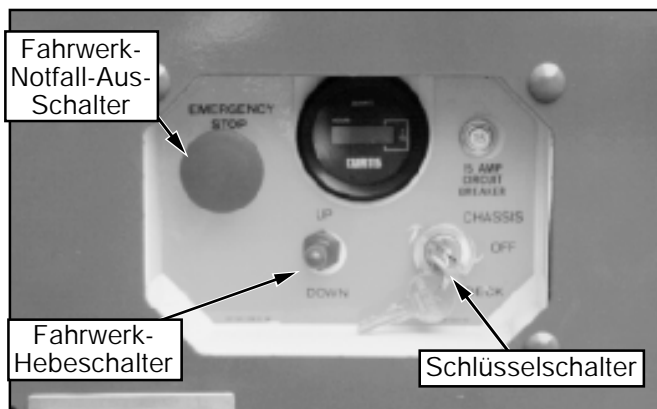

Bild 1: Fahrwerk, linke Seite
9. Drehen Sie die Fahrwerk- und Korb-Notfall-Aus-Schalter auf **AN (ON)** (Bild 1 & 2), indem Sie den Knopf herausziehen.
10. Drehen Sie den Fahrwerk-Schlüsselschalter (Bild 1) auf **FAHRWERK (CHASSIS)**.
11. Drücken Sie den Fahrwerk-Hebeschalter (Bild 1) in die **AUF-Stellung (UP)** und lassen Sie die Hubbühne ganz ausfahren.